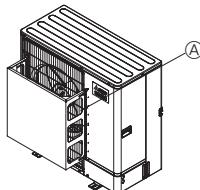

Fig. 2-3
- ② Asenna valinnainen ilmanohjain, jos yksikkö asennetaan paikkaan, jossa voimakkaat tuulet, kuten hirmumyrsky tms., voi puhaltaa suoraan ilman poistoaukoon. (Fig. 2-3)